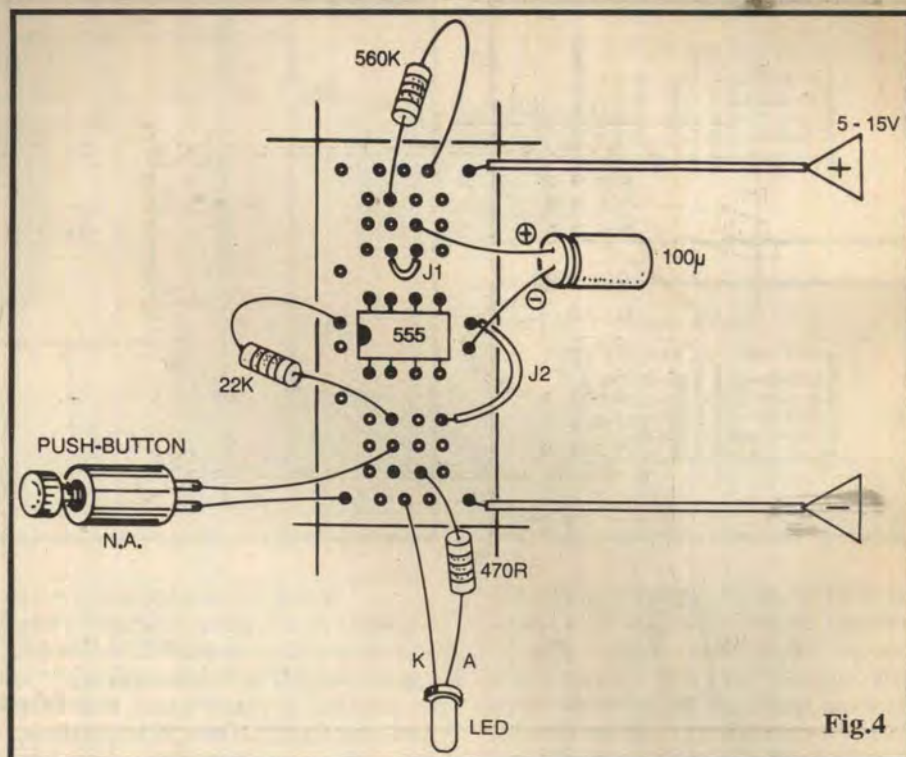

Fig.4
**- FIG. 4 - O “CHAPEADO” DO MONOESTÁVEL SOBRE A PLACA PADRÃO...** - Para que tudo fique **muito** claro ao iniciante, o lado não cobreado da placa padronizada mostra as peças nitidamente inseridas nos respectivos furos, com todas